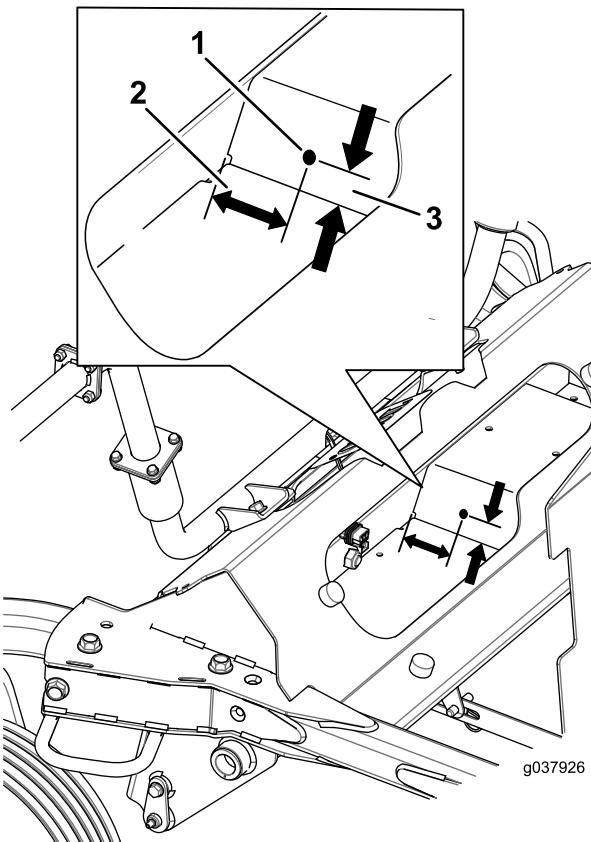

Figure 3
3. Percez les trous pour l'avertisseur sonore comme montré à la Figure 3.